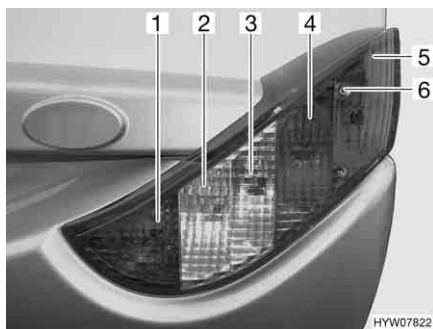

Fig. 153 Luci posteriori (lato anteriore)
- Svitare le tre viti ad esagono cavo (Fig. 153,6).